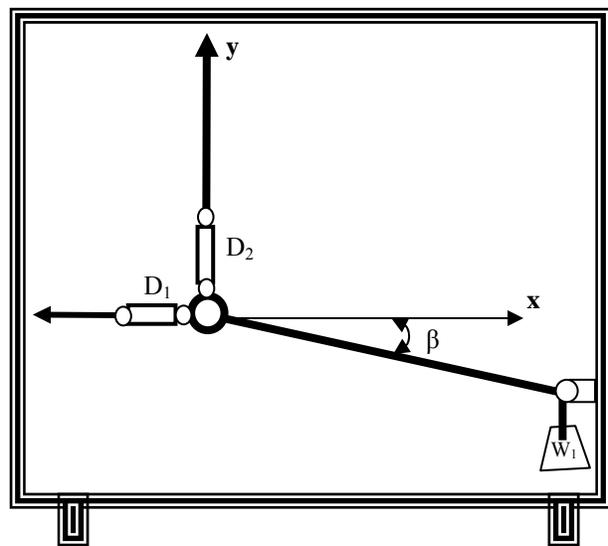

Fig. 3. En esta figura se muestra el esquema del arreglo que se debe hacer en el paso 8 de esta práctica.
8. Con los dinamómetros hacer el arreglo que se muestra en la siguiente fig. 3.